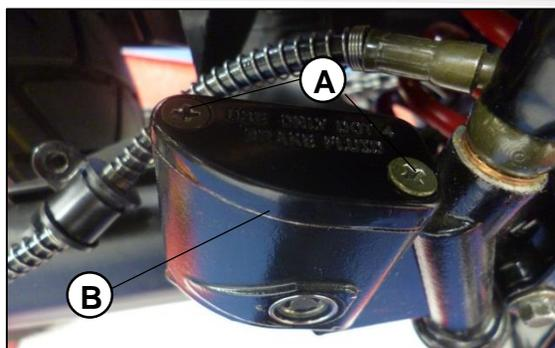

fig. .37
Remueva los dos tornillos (A) de la cubierta de la bomba (B).Fig.37